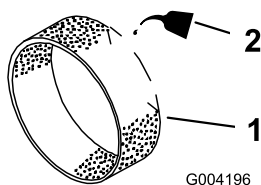

Figure 156
- Imbibez le préfiltre de 3 à 6 cl d'huile (Figure 156).